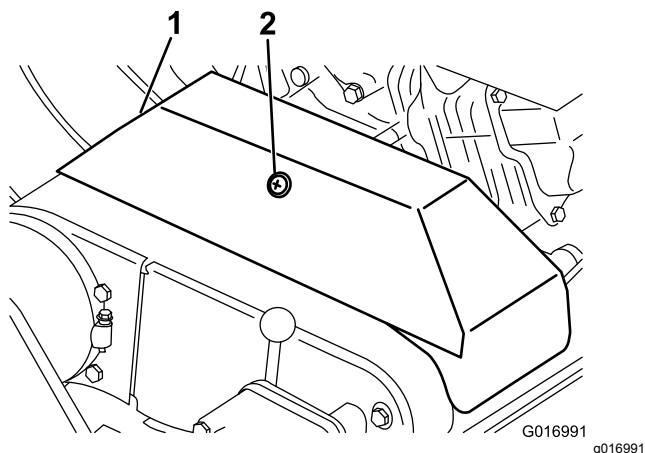

Рисунок 46
- Ослабьте стопор, фиксирующий крышку клинового ремня, и откиньте крышку (Рисунок 46).
2. Ослабьте стопор, фиксирующий крышку клинового ремня, и откиньте крышку (Рисунок 46).